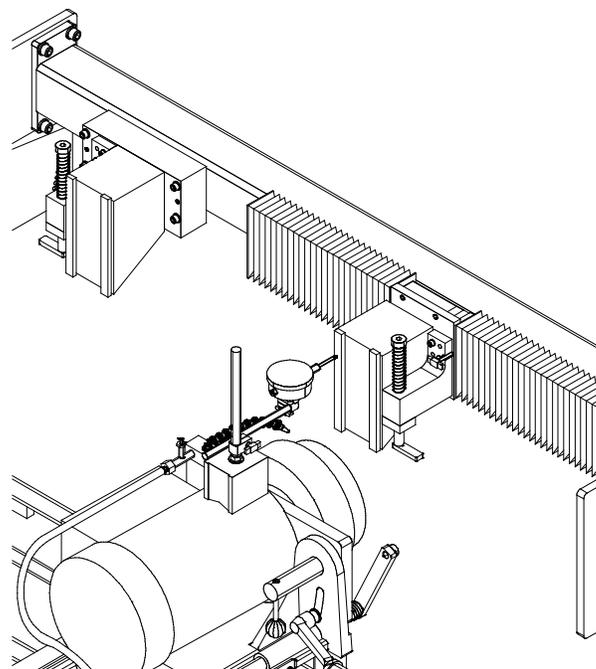

FIG. 50
2. Installare la base magnetica sulla parte superiore del motore con il braccio esteso in modo che l'indicatore a quadrante tocchi la faccia dell'elettromagnete. Vedi FIG. 50.